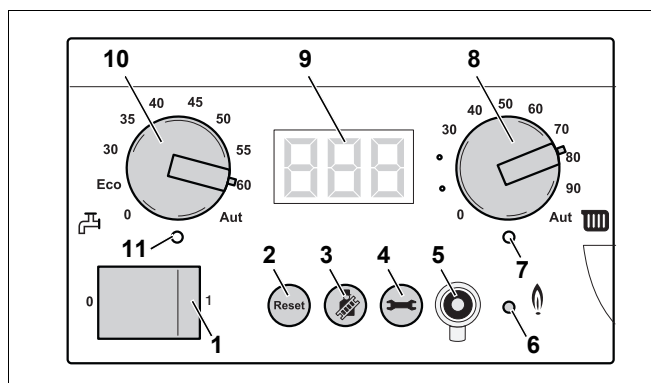

Fig. 86 Controler de bază BC10
- Opriți instalația de încălzire cu comutatorul de funcționare al controlerului de bază BC10 (fig. 86, poz. 1).
- Porniți instalația de căldură cu comutatorul de funcționare al controlerului de bază BC10 (fig. 86, poz. 1).
- Apăsati tasta "Coșar" (fig. 86, poz. 3) și țineți-o apăsată (circa două secunde), până când apare punctul în dreapta jos pe display (fig. 86, poz. 9). Vezi pentru aceasta tabelul 8, „Testul gazelor de evacuare“, pagina 42.
- După ce se aprinde LED-ul "Arzător" (fig. 86, poz. 6) așteptați un minut până ce cazanul de încălzire arde la sarcină totală.
- Apăsați tasta "Coșar" (fig. 86, poz. 3) ca să încheiați măsurarea. Vezi deasemenea tabelul 8, „Testul gazelor de evacuare”, pagina 42.